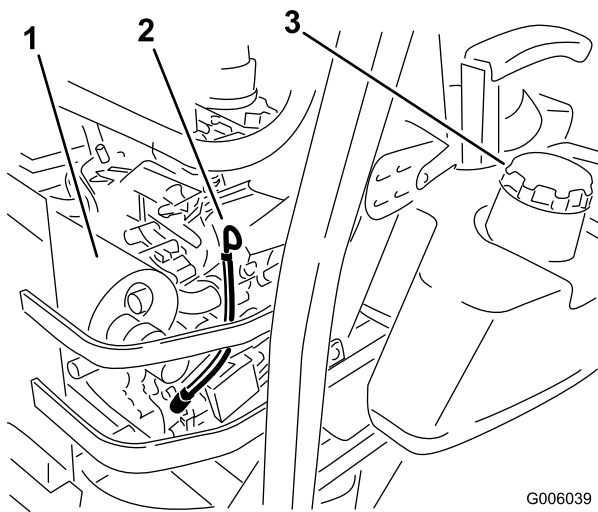

Figura 38
5. Limpie alrededor de la varilla de aceite (Figura 38) para que no pueda caer suciedad en el motor.
6. Retire la varilla de aceite y limpie el extremo metálico (Figura 38).
7. Introduzca la varilla a fondo en el motor. Retire la varilla y observe el extremo metálico (Figura 38). Si el nivel de aceite es bajo, vierta lentamente sólo la cantidad de aceite suficiente para que el nivel llegue a la marca Lleno.